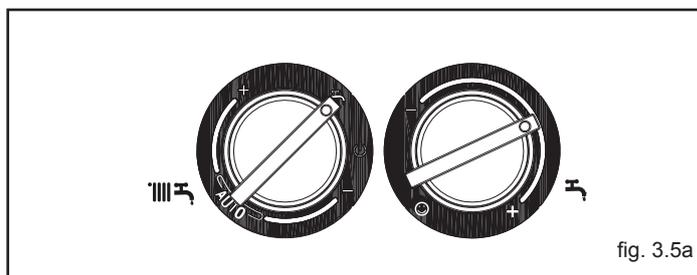

fig. 3.5a
Per regolare la temperatura dell'acqua sanitaria (bagni, doccia, cucina, ecc.), ruotare la manopola con il simbolo **⚙** (fig. 3.5a) all'interno dell'area contraddistinta con + e -. La caldaia è in uno stato di stand-by fino a quando, a seguito di una richiesta di calore, il bruciatore si accende il visualizzatore (4) indica la temperatura dell'acqua sanitaria, l'icona di funzionamento in sanitario e l'icona fiamma. La caldaia resterà in funzione fino a quando saranno raggiunte le temperature regolate o sarà soddisfatta la richiesta di calore, dopodiché si porrà nuovamente in stato di "stand-by".